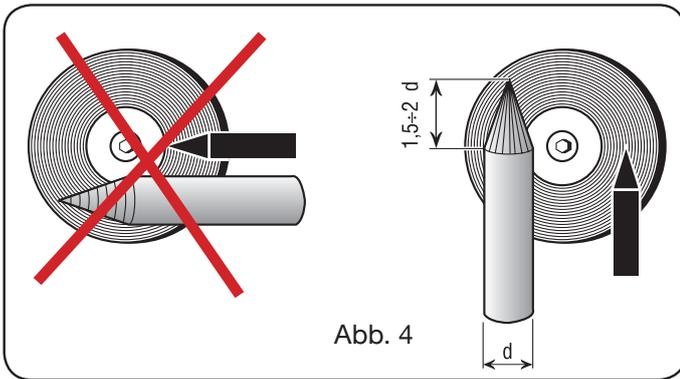

Abb. 4
Die Vorbereitung der Elektrodenspitze erfordert besondere Aufmerksamkeit. Die Elektrode leicht anschleifen, so dass sie vertikale Riefen aufweist (siehe Abb. 4).
- Die Wolframelektroden spitze auf einer Länge, die dem 1,5 bis 2-fachen des Elektrodendurchmessers entspricht, konisch anschleifen (Abb. 4).